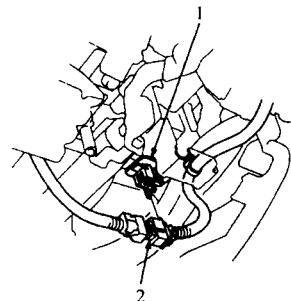
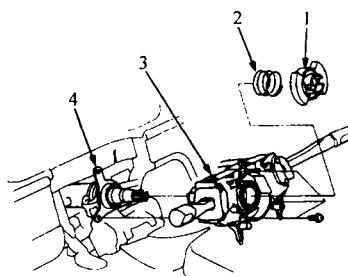

图 1-19 辅助乘员保护系统接线线束和
图 1-20 转向信号套筒、弹簧和组合开关——3.2TL 车型
(3) 传奇和 3.2TL 车型 (图 1-19、图 1-20)